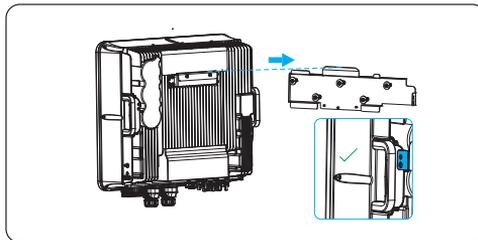

Abbildung 7-6 Das Gerät in die Halterung einhängen
Schritt 5: Ziehen Sie die Griffe an beiden Seiten des Wechselrichters heraus. Heben Sie den Wechselrichter gemeinsam mit der Anzahl der Mitarbeiter gemäß den örtlichen Vorschriften an und hängen Sie ihn in die Halterung ein. Achten Sie darauf, dass die Keilnut auf der Rückseite des Wechselrichters genau in die Einhängenut der Halterung eingepasst wird. Bei korrekter Platzierung befindet sich die linke Seite des Geräts an der linken Innenseite der Halterung (wie in Abbildung 7-6 gezeigt).